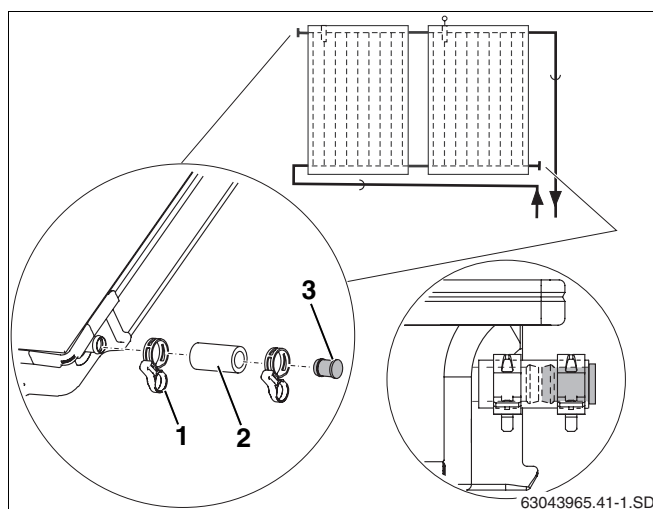

Fig. 43 Montar lo tampão cego e a abraçadeira de mola
- Colocar as mangueiras solares de 55 mm (fig. 43, **item 2**) com os tampões cegos pré-montado sobre as duas ligações livres do campo de colectores.